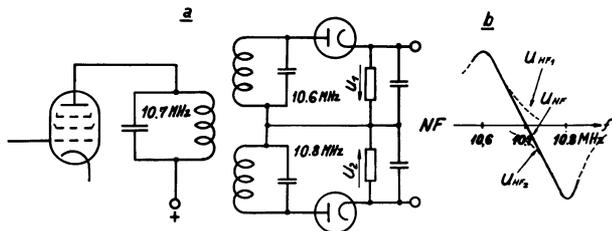

Fig. 4.07. a) Gegentakt-Flankengleichrichter, b) Diskriminatorerkennlinie.
1. Gegentakt-Flankengleichrichter (Fig. 4.07).